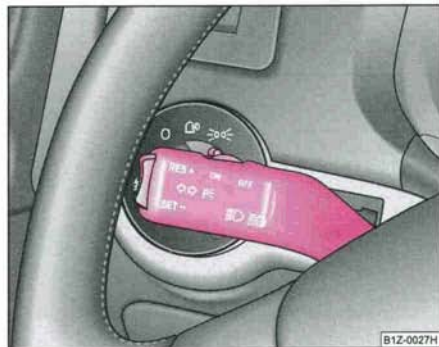

Fig. 47 Manette des clignotants et des feux de route
- Poussez la manette vers le bas ou vers le haut ⇒ fig. 47.